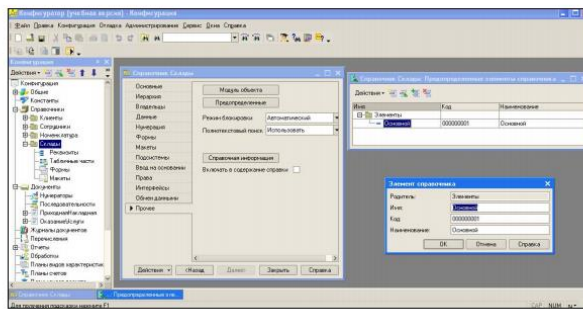

Рис. 3.2.16
2.4. Справочник Склады. Этот справочник будет содержать информацию о складах, используемых нашей фирмой. Особенность справочника - он будет содержать один predetermined элемент – склад Основной, на который будут поступать все материалы. На примере этого справочника продемонстрируем назначение predetermined элементов. Наша задача – создать справочник, содержащий predetermined элементы. Откроем конфигуратор и создадим новый объект конфигурации Справочник с именем Склады. На закладке Данные установим длину кода – 9 и тип кода – Строка. Перейдем на закладку Прочее и нажмем кнопку Предопределенные. Система откроет список predetermined элементов справочника. Сейчас он пуст, поэтому выполним команду Действия / Добавить и создадим predetermined элемент с именем Основной (рис. 3.2.16).